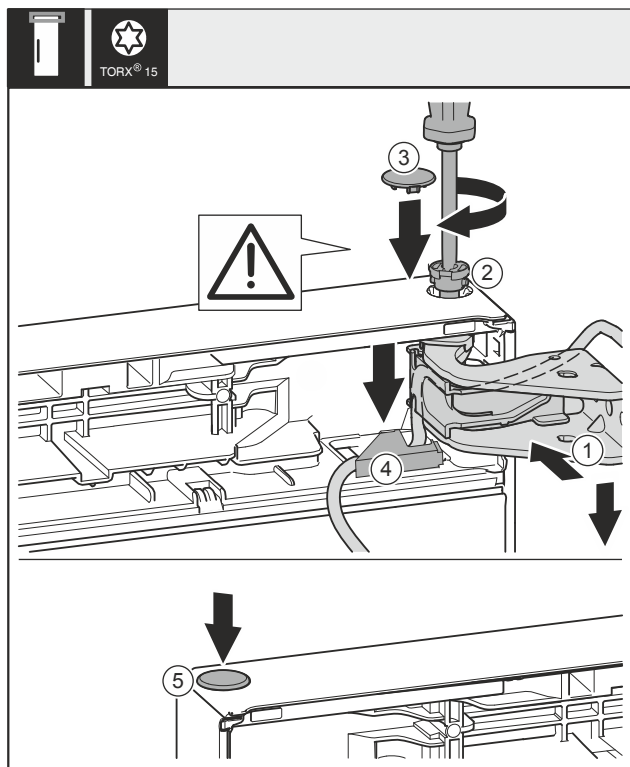

Fig. 43
- ▶ Aliniați ușa sus spre deschizătură în suportul de lagăr Fig. 43 (1).
- ▶ Introduceți bolțul Fig. 43 (2) și înșurubați-l ferm cu șurubelnița.
- ▶ Montarea capacului de siguranță pentru siguranța ușii: Introduceți capacul de siguranță Fig. 43 (3) și controlați dacă este așezat pe ușă. În caz contrar, introduceți complet bolțul.
- ▶ Introduceți capacul Fig. 43 (4) și apăsați în jos până când se fixează în poziție.
- ▶ Introduceți dopul Fig. 43 (5).